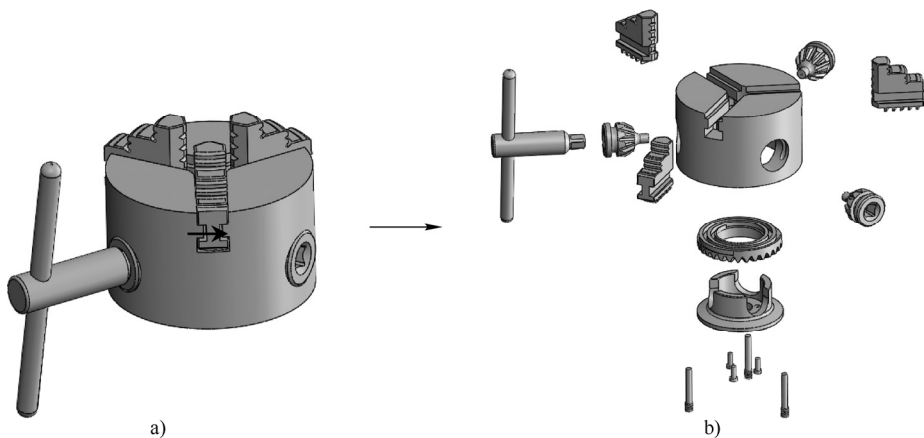

图 11-41 打开素材并创建爆炸视图操作
STEP 1 打开本书提供的素材文件“自定心卡盘.SLDASM”，单击“装配”工具栏中的“爆炸视图”按钮，通过数次选择移动的方式创建自定心卡盘的爆炸视图，如图 11-41 所示。创建的过程中，注意令零件尽量不要穿越，并尽量直线移动。